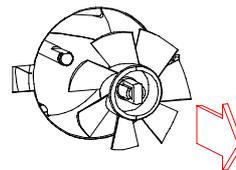

Fig. 16 Desmontaje de las aspas del ventilador
- Tire cuidadosamente del cubo de las aspas para separarlo del eje (fig.16 ).